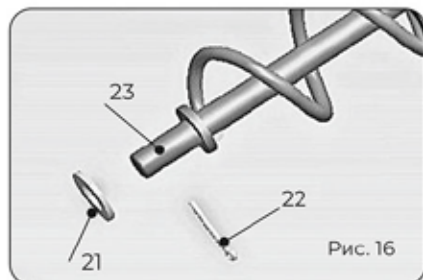

Рис. 16
8. Установите верхнюю часть рукоятки поворота желоба (поз. 24) рисунок 15 в кронштейн, расположенный на рукоятке руля. Нижнюю часть (поз. 23) установите в отверстие кронштейна, расположенную на корпусе снегоуборщика, оденьте шайбу 10х20х2, (поз. 21), зафиксируйте шплинтом (поз. 22), рисунок 16.